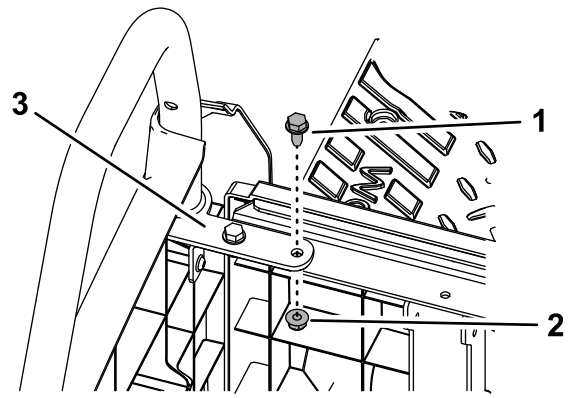

Figura 3
3. Rimuovete il bullone interno (5/16" x 3/4") e il dado (5/16") dalle staffe di protezione laterali posteriori sinistra e destra (Figura 3).